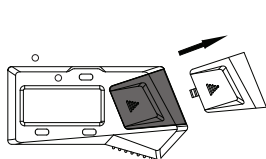

fig.1
- Remova a tampa da bateria (fig. 1)